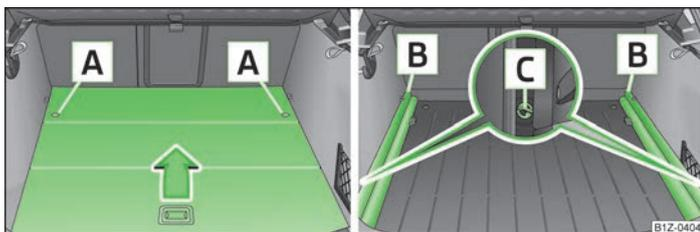

Fig. 58 Maletero: Desmontar el piso de carga variable/desmontar los porta-guías
- > Desbloquear el piso de carga variable girando las argollas de seguridad **A** » fig. 58 hacia la izquierda, aprox. 90°.